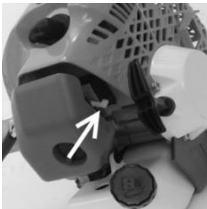

Рисунок 11
4.1.7 Установите рычаг воздушной заслонки в среднее положение (рис.11).